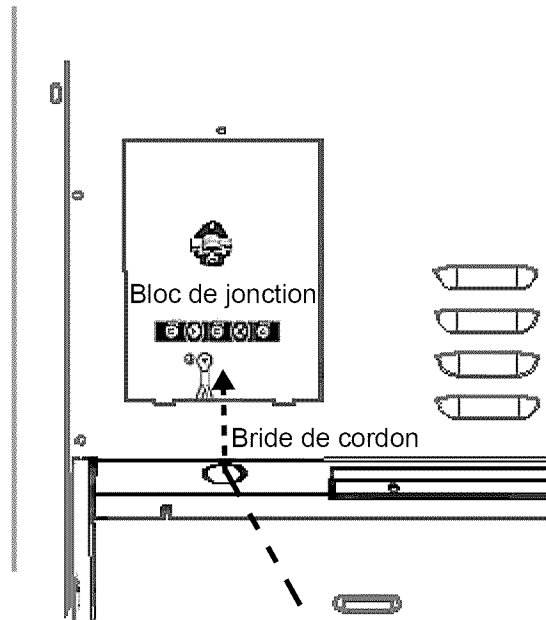

Figure 12 : Emplacement de la bride de cordon
Installez une bride de cordon (non fourni) dans le trou de 1 po (25,4 mm) de diamètre situé sous le bloc de jonction (voir Figure 12). Le câblage de l'appareil doit être acheminé au bloc de jonction par le conduit et à travers la bride de cordon. Les extrémités des fils doivent être munies de cosses en boucle de 1/4 po, préférablement soudées sur place. Faites les connexions au bloc de jonction fourni (voir Figure 12).
2. Installez une bride de cordon (non fournie avec la cuisinière) dans le trou de 1 po (25,4 mm) de diamètre situé sous le bloc de jonction, dans le panneau arrière (voir Figure 12). Faites passer les fils par la bride de cordon.
2. Installez une bride de cordon (non fournie avec la cuisinière) dans le trou de 1 po (25,4 mm) de diamètre situé sous le bloc de jonction, dans le panneau arrière (voir *Figure 12*). Faites passer les fils par la bride de cordon.